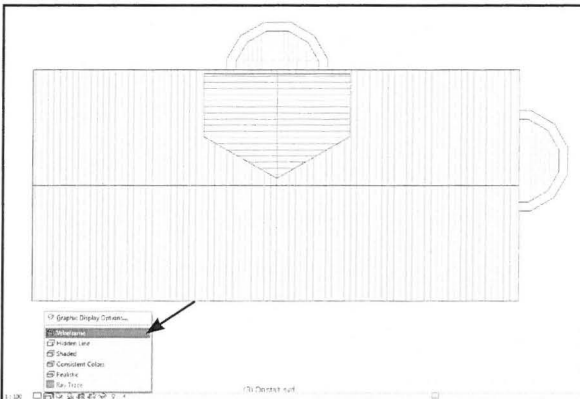

Fig. 09.130. Sæt udseendet af Viewet til Wireframe.
- Sæt *Wireframe* til, så flunkvæggene bliver synlige i planen (Fig. 09.130).